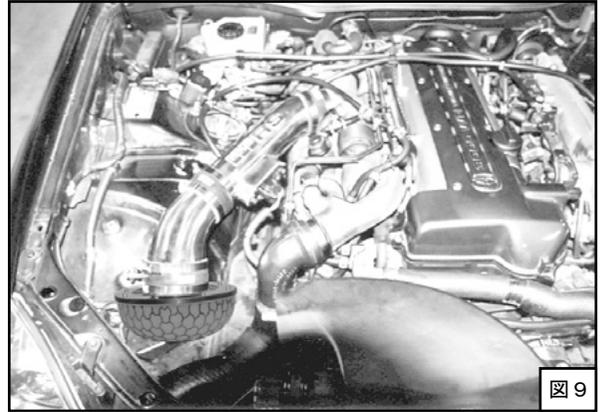

図 9
(7) パワーフロー本体がボディなどと干渉しないように位置を決めてください。位置が決まったら、ホースバンド・ボルトを固定してください。この時ホースバンド・ボルトを締めすぎないようにしてください。(図9)